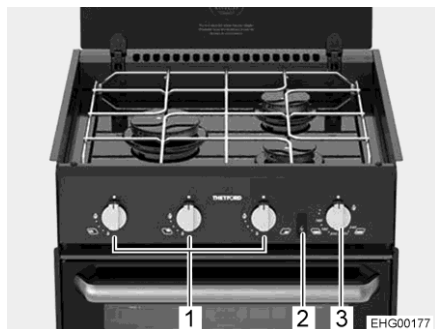
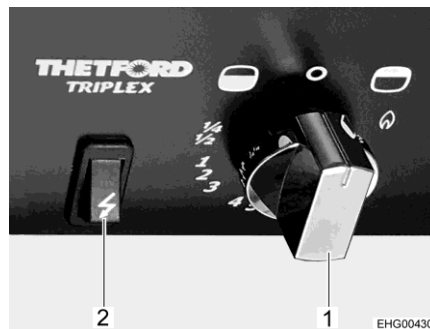

Bild 170 Spis med gaskokplattor
Bild 171 Reglage (gasugn med grill)
- Tryck på vridregulatorn (Bild 170,1) på önskad platta, vrid till tändposition (stor flamma) och håll nedtryckt tills flaman brinner (maximalt i 15 sekunder).
- Tryck vridregulatorn (Bild 170,3 och Bild 171,1) och ställ den moturs (i riktning mot ugn-symbolen "🔥") till maximal ställning.
- Tryck på vridregulatorn (Bild 170,3 och Bild 171,1) under 5 till 10 sekunder. Gasen strömmar till brännaren.
- Tryck på tändaren (Bild 170,2 och Bild 171,2) tills lågan tänds.
- Tryck vridregulatorn (Bild 170,3 och Bild 171,1) och ställ den medurs (i riktning mot grill-symbolen "🍖") till flammans symbol.
- Ställ vridregulatorn (Bild 171,1) på "O". Flaman slocknar.